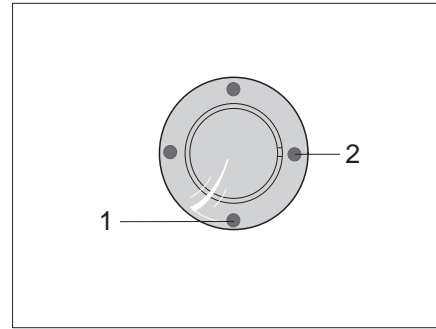
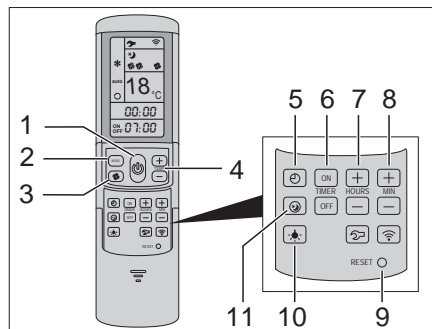

Bild 215 IR-Empfänger/Funktionsanzeige
Bild 216 Fernbedienung
Die Klimaanlage ist auf dem Dach des Fahrzeugs angebracht. Die Fernbedienung (Bild 216) für die Klimaanlage befindet sich im Küchenbereich.
- Fahrzeug an die 230-V-Versorgung anschließen. Die Klimaanlage ist betriebsbereit. Die blaue LED (Bild 215,1) leuchtet.
- Zum Einschalten die Taste (Bild 216,1) auf der Fernbedienung drücken. Die blaue LED (Bild 215,1) blinkt.
- Die gewünschte Betriebsart mit der Taste MODE (Bild 216,2) einstellen.
- Bei Bedarf mit der Taste (Bild 216,3) die gewünschte Gebläsestufe und mit den Tasten (Bild 216,4) die Raumtemperatur einstellen.
Ist die auf der Fernbedienung eingestellte Temperatur erreicht, erlischt die blaue LED (Bild 215,1), der Kompressor schaltet ab und das Umluftgebläse läuft weiter.
- Zum Ausschalten die Taste (Bild 216,1) auf der Fernbedienung erneut drücken.
- Zum Programmieren die Klimaanlage mit der Taste (Bild 216,1) auf der Fernbedienung einschalten.
- Mit der Taste (Bild 216,2) die gewünschte Betriebsart und mit den Tasten (Bild 216,4) die Raumtemperatur einstellen.
- Mit den Tasten (Bild 216,6) die gewünschte Funktion auswählen:
- Mit den Tasten (Bild 216,7 und 8) die gewünschte Schaltzeit wählen (15 Minuten bis 24 Stunden).
- Einstellung mit den Tasten "ON" oder "OFF" (Bild 216,6) bestätigen.